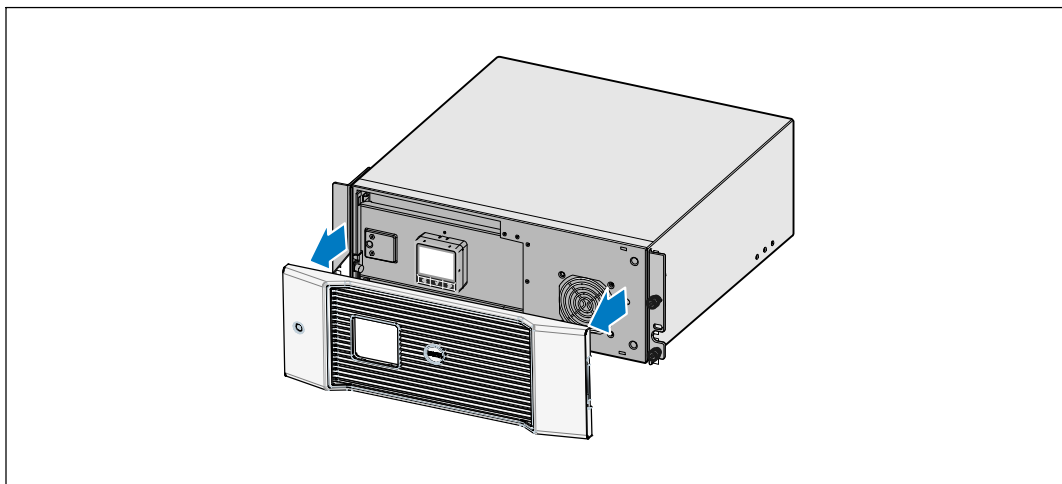

Figure 27. Retrait du couvercle avant de l'onduleur
- 3 Retirez le couvercle avant de l'onduleur (voir Figure 27).